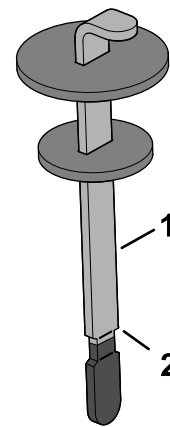

Figura 169
4. Retire la varilla del cuello de llenado y límpiela con un trapo limpio. Inserte la varilla en el cuello de llenado; luego retírela y compruebe el nivel del fluido. El nivel de fluido debe llegar a la marca de la varilla (Figura 169).